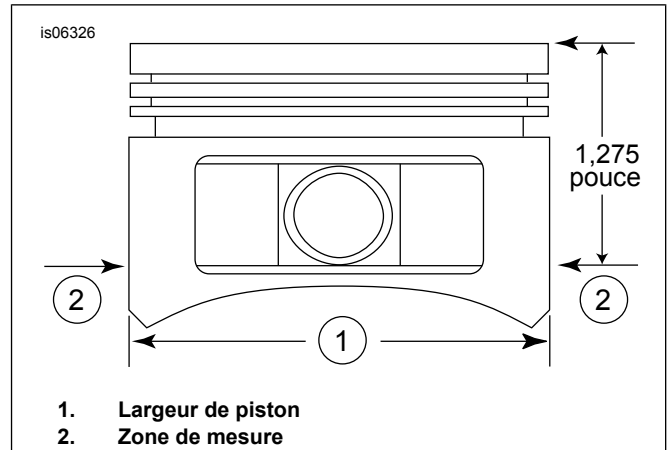

Figure 2. Dimensions de piston
5. Voir Figure 2. Mesurer la largeur du piston (1), à 90 degrés horizontalement des deux côtés du trou de la broche du piston et à 32,38 mm vers le bas de la couronne (haut) du piston (2). Voir le Tableau 11 pour l'ajustement piston/cylindre à cet emplacement.